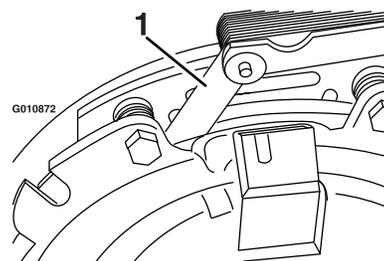
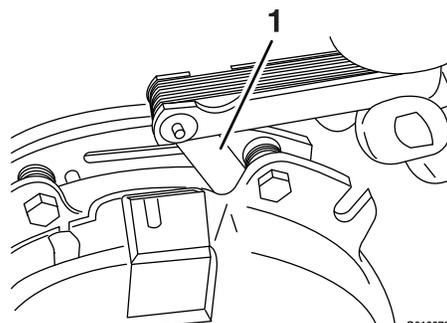

Рисунок 80
Рисунок 81
- E. Используя толщиномер на 0,25 мм, проверьте наличие зазора между поверхностями ротора и якоря на обеих сторонах тяги тормоза, как показано на Рисунок 80 и Рисунок 81.